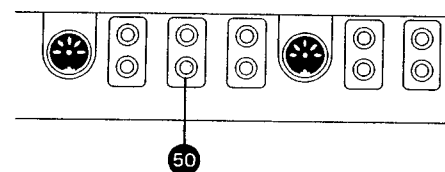

Fig. 5.4.-9
- Bedienelemente nach (Fig. 5.4. – 1) einstellen.
- NF-Millivoltmeter an LINE B LEFT – Ausgang (50) (Fig. 5.4. – 2) anschliessen
- Taste PLAY einschalten und an Justierschraube (P) auf Maximum Ausgangsspannung einstellen (Fig. 5.4. – 3).
Bedienelemente nach Fig. 5.4. – 1 einstellen.
- NF-Millivoltmeter an LINE B – Ausgang (50) (Fig. 5.4. – 2) anschliessen. (1 V – Bereich)
- Connect audio millivoltmeter to output LINE B LEFT (50) (fig. 5.4. – 2).
- Rotate screw (P) (fig. 5.4. – 3) to obtain maximum output voltage.
- Audio millivoltmeter (1 V range) remains connected to output LINE B (50) (fig. 5.4. – 2).
- Placer les boutons selon fig. 5.4. – 1.
- Raccorder un millivoltmètre B.F. sur la sortie LINE B (50) (fig. 5.4. – 2).
- Presser la fonction PLAY et effectuer le réglage de l'azimut avec la vis "imbus" P jusqu'à l'obtention d'un signal de sortie maximum (Fig. 5.4. – 3).
– Placer les boutons selon la fig. 5.4. – 1.
- Brancher un millivoltmètre B.F. sur la sortie de LINE B (50) (Fig. 5.4. – 2) Echelle 1 V.
- Mit dem Einstellregler REPRODUCE LEVEL LEFT (Geräterückseite, Mitte rechts) eine Ausgangsspannung von 0,775 V einstellen (siehe Fig. 5.4. - 4).
- NF-Millivoltmeter an LINE B, RIGHT - Ausgang (50) (Fig. 5.4. - 5) anschliessen.
- Mit dem Einstellregler REPRODUCE LEVEL RIGHT eine Ausgangsspannung von 0,775 V einstellen (Fig. 5.4. - 4).
- Adjust trimpot REPRODUCE LEVEL LEFT on the back of the recorder (fig. 5.4. - 4) to obtain an output level of 0,775 V.
- Connect audio millivoltmeter to output LINE B, RIGHT (50) (fig. 5.4. - 5).
- Adjust trimpot REPRODUCE LEVEL RIGHT (fig. 5.4. - 4) to obtain an output level of 0,775 V.
- Avec le potentiomètre de réglage REPRODUCE LEVEL LEFT (sur l'arrière de l'appareil, centre droit) obtenir une tension de sortie de 0,775 V (fig. 5.4. - 4).
- Brancher le millivoltmètre B.F. sur le sortie LINE B droite (50) (fig. 5.4. - 5).
- Effectuer le réglage de REPRODUCE LEVEL RIGHT pour obtenir également 0,775 V. (Fig. 5.4. - 4).
- Bedienungselemente nach Fig. 5.4. - 6 einstellen.
- NF-Millivoltmeter an LINE B - Ausgang (50) (Fig. 5.4. - 5) anschliessen. (LEFT und RIGHT parallel).
- Taste PLAY einschalten und mit Justierschraube (P) auf Maximum (scharf) Ausgangsspannung einstellen (siehe Fig. 5.4. - 7).
- Connect audio millivoltmeter to both outputs LINE B (50) in parallel (fig. 5.4. - 5).
- Rotate screw (P) (fig. 5.4. - 7) until a sharply rising maximum in output voltage is obtained.
- Secure screw (P) with sealing lacquer.
- Placer les boutons de réglage selon la fig. 5.4. - 6.
- Raccorder le millivoltmètre B.F. sur la sortie LINE B (50) (Fig. 5.4. - 5). (LEFT et RIGHT en parallèle).